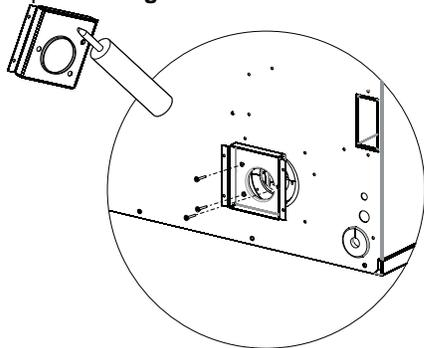

Figure 5
1. Enduire de silicone le dos de la plaque d'adaptateur d'évacuation. Aligner la plaque d'adaptateur d'évacuation avec le collecteur et l'attacher avec trois (3) vis à tête plate de 6-32 x 1/2 po. **Voir Figure 5.**